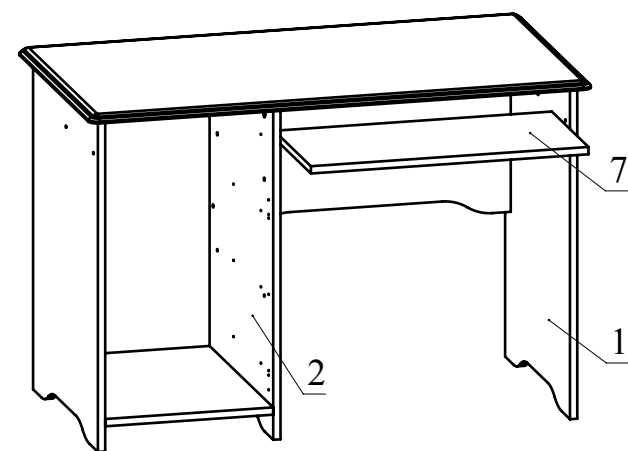

Рис.7
6. Установите деталь 7 (Рис. 7).